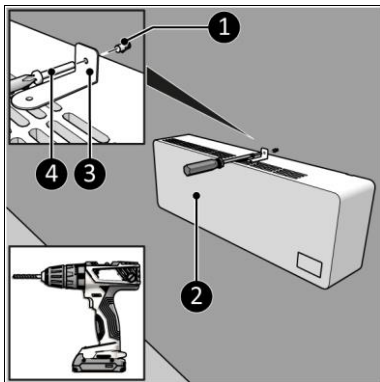

Figura 9
10. Așezați consola furnizată pe partea de sus a încălzitorului (Figura 9, poz.2) cu partea scurtă spre perete.
13. Faceți o gaură la locul însemnat și introduceți o mufă (Figura 9, poz. 3).